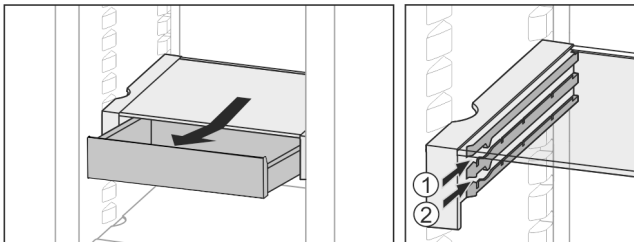

Fig. 15
- ▶ Op een willekeurige hoogte Fig. 15 (1) of Fig. 15 (2) erin schuiven.